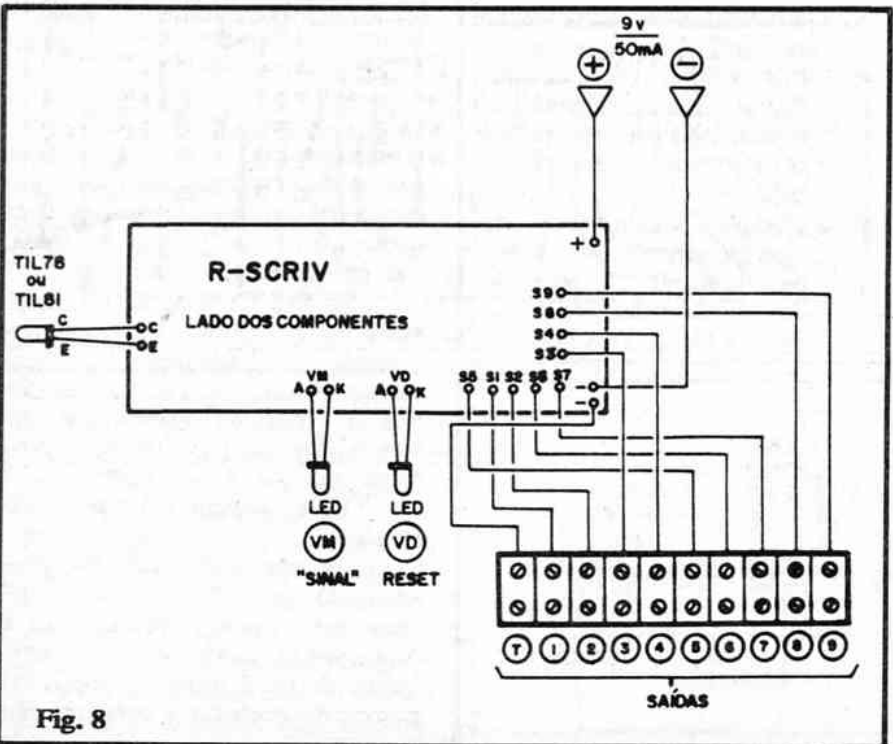
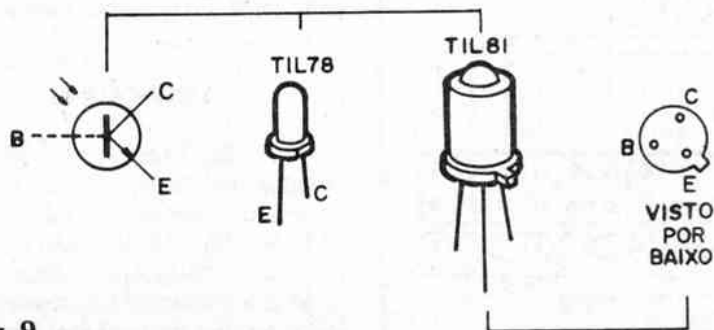

Fig. 8
Fig. 9
As ligações externas à placa do R-SCRIV estão na fig. 8, e os **mesmos** cuidados devem ser tomados: observar a polaridade dos fios da alimentação, posição relativa dos terminais do foto-transistor (TIL78 ou TIL81 - ver fig. 9) e dos LEDs, bem como a codificação e numeração atribuída aos terminais da barra de conectores de saída. Notar que, na placa, existem **dois** pontos para ligação marcados com (-). Um deles é simplesmente usado para conexão do fio que vai ao **negativo** da alimentação, como parece óbvio. O outro refere-se ao terminal de "terra" (T) da linha de Saídas, devendo ser usado para "casar" o ponto comum de tensão negativa com os eventuais **drivers** aos quais as Saídas vão ser acopladas. Embora o foto-transistor e os LEDs sejam vistos, na figura, "grudados" à placa, nada impede que - dependendo da instalação e adaptação pretendidas - tais componentes sejam posicionados relativamente **longe** do Circuito Impresso, interligados a ele por fios finos, no necessário comprimento...
Quanto ao foto-transistor, embora os dois códigos indicados na LISTA DE PEÇAS sejam eletricamente equivalentes, apresentam alguma diferença, fato que a fig. 9 detalha... O TIL78 é um foto-transistor sem terminal de **base** (que, de qualquer forma, **não** é utilizado nas ligações do R-SCRIV...), apresentando encapsulamento em tudo semelhante ao de um LED de 3 mm, redondo. O terminal mais curto (saindo do lado da peça que apresenta um pequeno chanfro) é o **coletor** (C). Já o TIL81 apresenta corpo metálico, contendo uma pequena "janela" com micro-lente incorporada, no seu topo. Ele tem terminal de **base** (B), **não usado**, no caso. A identificação dos seus terminais é feita pelo referenciamento com a pequena "orelhinha" metálica existente na base do "corpo" do componente.